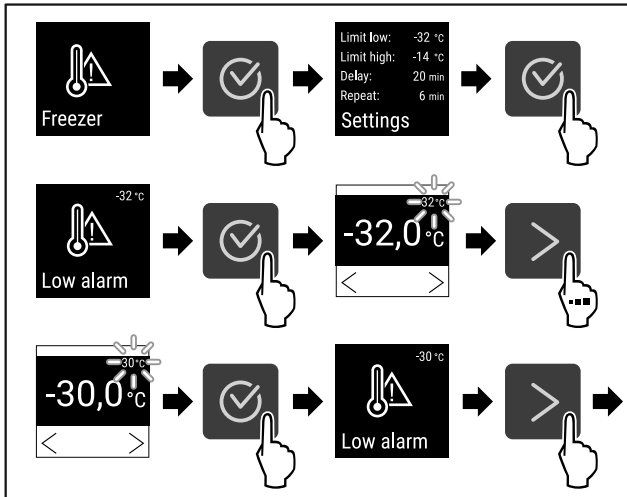

Fig. 98
- ▶ Genomför handlingsstegen (se Fig. 98).